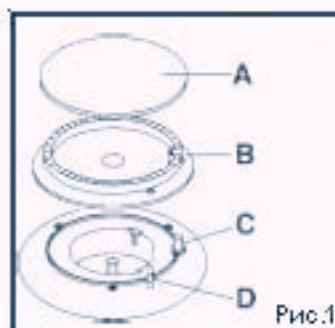

Рис.1
секунд, чтобы термопара (рис. 1, D) прогрелась и защитное устройство отключилось, иначе пламя погаснет, как только вы отпустите регулятор.
- Если вы не можете зажечь пламя после нескольких попыток, проверьте правильно ли лежит крышка конфорки (рис. 1, A).
В моделях с электрическим зажиганием оно осуществляется при помощи керамической "свечи" и металлического электрода (рис. 1, С). Для достижения хорошего электроподжига содержите эти компоненты в чистоте и следите за тем, чтобы отверстия рассекателя горелки не были забиты.